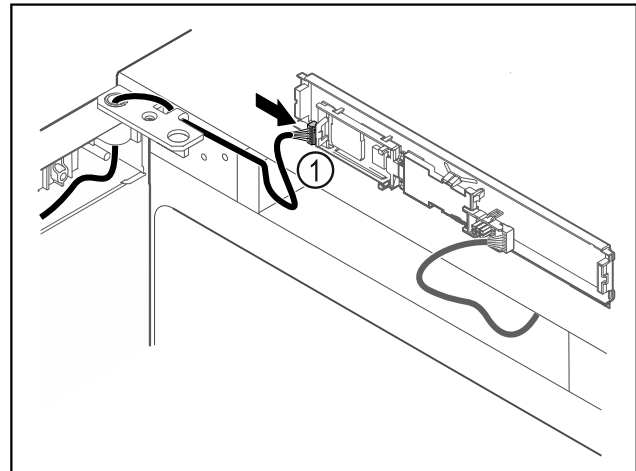

Fig. 60
- ▶ Sett pluggen Fig. 60 (1) inn i kretskortet.